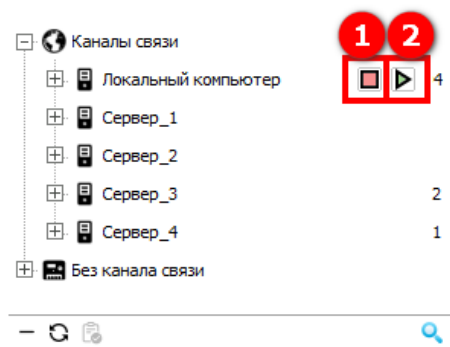

Рисунок 276 – Приостановление и возобновление сбора данных в дереве Каналы связи
При наведении курсора мыши в правую область группы канала связи или канала связи появляется возможность для приостановления (1) (см. рисунок 276) или возобновления сбора данных (2) по выбранному объекту (группе каналов связи или канала связи соответственно).